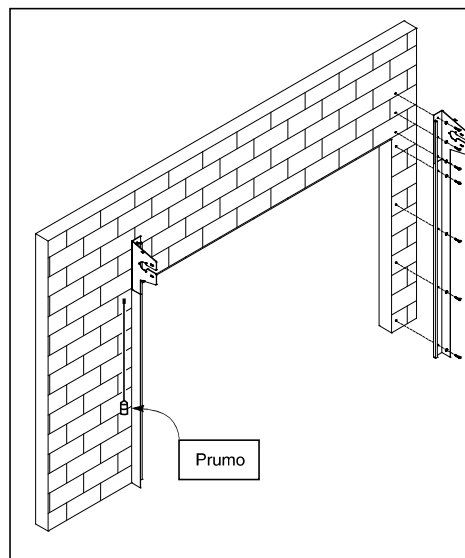

Figura 13
2. Uma vez que a coluna lateral está posicionada corretamente fixe-a à parede adequadamente. (Veja "Método de Fixação na página 4, Figuras 5, 6 e 7). As marcas onde deve-se furar já estão marcadas na coluna lateral. (Veja Figura 13).